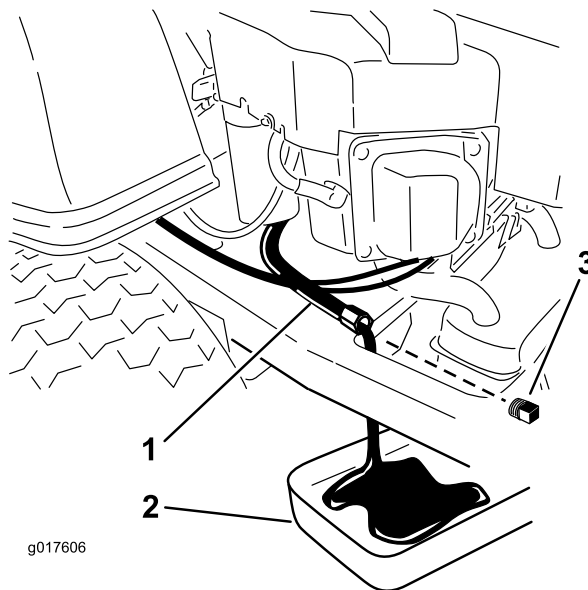

Figure 29
4. Trouvez l'emplacement du flexible de vidange d'huile du côté gauche du moteur. Le bouchon de vidange est fixé à un flexible de vidange (Figure 29). Nettoyez autour du bouchon et du flexible de vidange d'huile.
5. Placez un bac de vidange sous la machine, juste sous le flexible de vidange, comme illustré à la Figure 29.
6. À l'aide de deux clés (l'une pour tenir le flexible de vidange d'huile et l'autre pour desserrer le bouchon), retirez le bouchon de vidange d'huile (Figure 29).
12. Lorsque la vidange est terminée, remplacez le bouchon de vidange. Serrez le bouchon à 14 Nm (125 po-lb). Essuyez l'excédent d'huile (Figure 29).